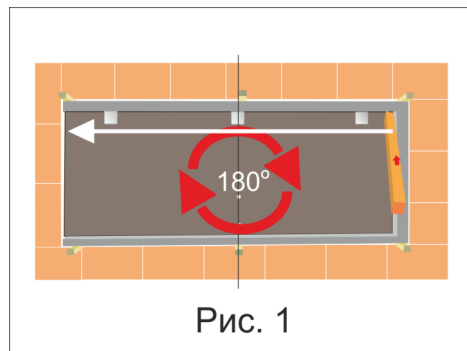

Рис. 1
2. Для изменения направления открывания двери, положите дверь горизонтально, чтобы дверное полотно открывалось вверх. Открутите четыре шурупа крепежа верхней планки, снимите верхнюю планку и установите ее на другой стороне дверной коробки (рис.1).